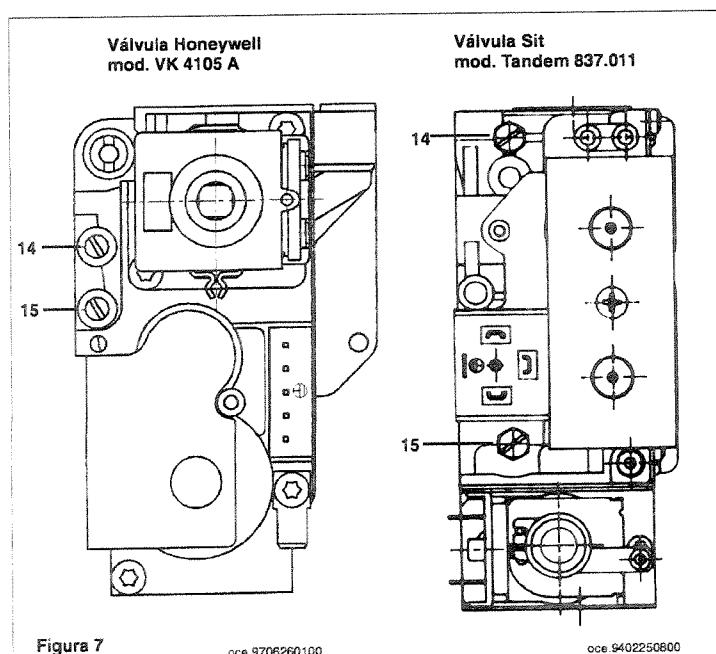
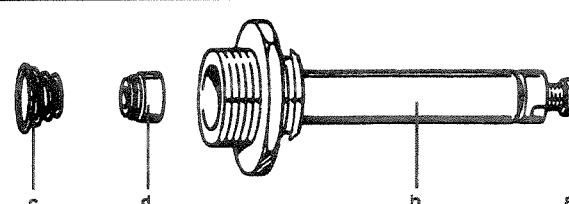

Figura 7
Figura 8
Le modalità di taratura del regolatore di pressione sono leggermente differenti a seconda del tipo di valvola del gas utilizzata (Honeywell o Sit vedi figura 7).
Las modalidades de calibrado del regulador de presión difieren ligeramente según el tipo de válvula del gas utilizada (Honeywell o Sit, véase figura 7).
- sostituire la molla avendo cura di posizionarla correttamente (figura 8 a pagina 16);
- *substituir el resorte asegurándose de que sea posicionado correctamente (figura 8 en página 16);*
- collegare un manometro, possibilmente ad acqua alla presa di pressione (14) della valvola del gas (figura 7 a pagina 14);
- avvitare a fondo, senza forzare, la vite nera (a) al canotto (b) (figura 8);
- aprire il rubinetto gas e ruotare la manopola (3) predisponendo la caldaia in posizione Estate ();
- verificare che la pressione dinamica di alimentazione della caldaia, misurata alla presa di pressione (15) della valvola del gas (figura 7 a pagina 14) sia quella corretta (30 mbar per il gas butano, 37 mbar per il gas propano o 20 mbar per il gas naturale);
- svitare la vite nera (a) (figura 8) fino a raggiungere il valore di pressione corrispondente alla potenza ridotta vedi tabella 1 a pagina 18;
- conectar un manómetro, posiblemente de agua, a la toma de presión (14) de la válvula del gas (figura 7 en página 14);
- atornillar completamente, sin forzar, el tornillo negro (a) al manguito (b) (figura 8);
- abrir el grifo gas y hacer girar el botón (3) predisponiendo la caldera en posición Verano ();
- controlar que la presión dinámica de alimentación de la caldera, medida en la toma de presión (15) de la válvula del gas (figura 7 en página 14), sea correcta (28 mbar para el gas butano, 37 mbar para el gas propano o 20 mbar para el gas natural);
- destornillar el tornillo negro (a) (figura 8 en página 10) hasta alcanzar el valor de presión correspondiente a la potencia reducida (véase tabla 1 en página 18);
- collegare un manometro possibilmente ad acqua alla presa di pressione (14) della valvola del gas (figura 7 a pagina 14);
- verificare che la pressione dinamica di alimentazione della caldaia, misurata alla presa di pressione (15) della valvola del gas (figura 7 pagina 14) sia quella corretta (30 mbar per il gas butano, 37 mbar per il gas propano o 20 mbar per il gas naturale).
- ruotare la manopola (3) in posizione (0) e verificare una nuova accensione. Nel caso di una interaccensione incompleta agire sul potenziometro P4 RLA (pagina 13);
- con la manopola (3) in posizione inverno () verificare che la potenza in riscaldamento sia quella richiesta dall'impianto, in caso agire sul potenziometro P3 MAX RISC (pagina 13). Vedere la tabella 1 per la pressione al bruciatore necessaria;
- controlar que la presión dinámica de alimentación de la caldera, medida en la toma de presión (15) de la válvula del gas (figura 7 en página 14), sea correcta (28 mbar para el gas butano, 37 mbar para el gas propano o 20 mbar para el gas natural).